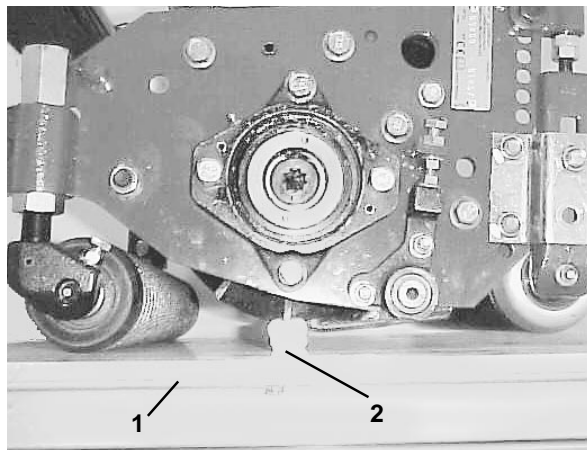

Figure 20
2. Placez une barre de 13 mm d'épaisseur ou plus sous les lames du cylindre et contre le bord coupant de la contre-lame. La barre doit être en contact avec toute la longueur des lames. Le rouleau arrière ne doit pas toucher la surface (Fig. 20).
3. Basculez l'unité de coupe en avant (sur les lames du cylindre et la barre en acier) jusqu'à ce que le rouleau avant touche la surface plane. Les lames du cylindre et la contre-lame doivent rester en contact avec la barre (Fig. 20).